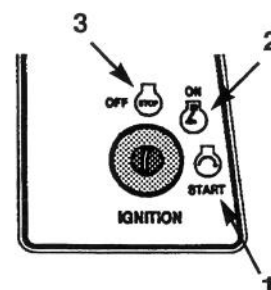

Figure 10
6. Tourner la clé de contact dans le sens horaire et la garder à la position START (DEMARRAGE) (Fig. 10). Relâcher la clé quand le moteur démarre.
2. Tourner la clé de contact sur OFF (ARRET) (Fig. 10).